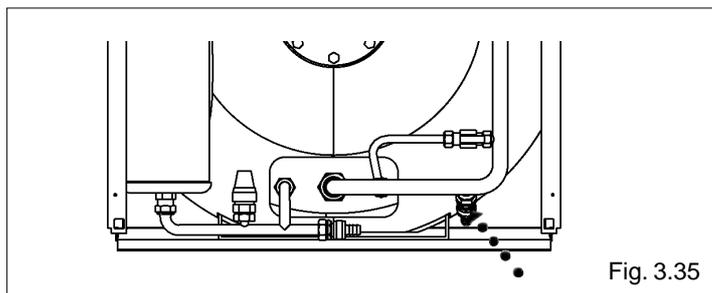

Fig. 3.35
- conectar un tubo de goma al adaptador de la llave de vaciado y abrir la llave (fig. 3.35).